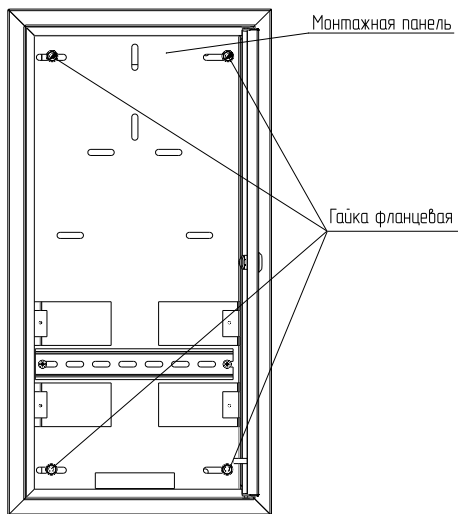

Рисунок 7 – ЯУР-3/12 LIGHT
4.5.4 Открутить четыре гайки М6 с фланцем и снять их со шпилек (рисунок 7). Гайки с фланцем сохранить.